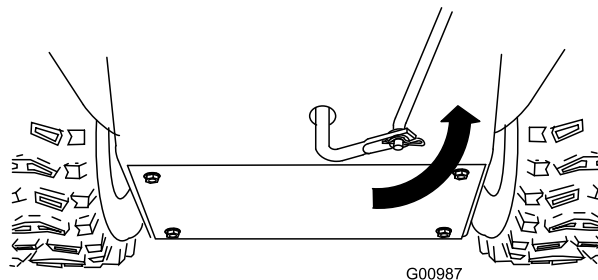

Figur 5
3. Sett en flat skive på vuggetappen (Figur 5).
6. Dra ned på hastighetskontrollstaget, og sett inn vuggetappen i hullet i hastighetsvelgerspaken (Figur 5).
- B. Koble vuggetappen fra hastighetsvelgerspaken (Figur 5).
- C. Vri vuggetappen nedover (med klokken) på hastighetskontrollstaget (Figur 5).
- D. Koble vuggetappen til hastighetsvelgerspaken (Figur 5).